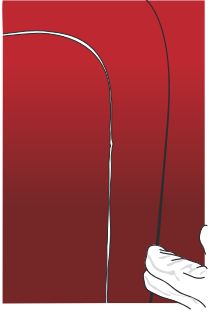

Figure 09
- › Chauffer entre 40°C et 50°C la partie creuse non coupée et descendre votre doigt de façon à plaquer l'adhésif. (FIG. 09)